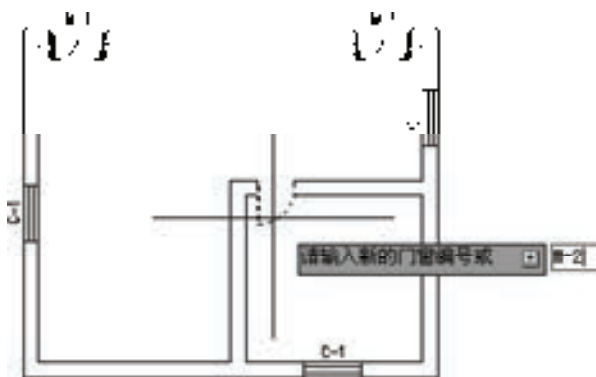

图 5-96 输入新编号
6) 重复调用“MCBH”命令, 输入新的门编号如图 5-96 所示。